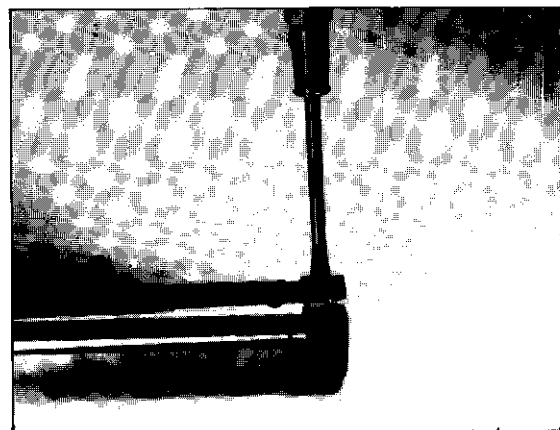

Fig. 9
14) Sfilare la bussola dal tubo facendo leva con un cacciavite sulla superficie di accoppiamento (Fig. 9).
14) Slide the slide bushing out of the pipe by prying the bushing mating surface with a screwdriver (Fig. 9).